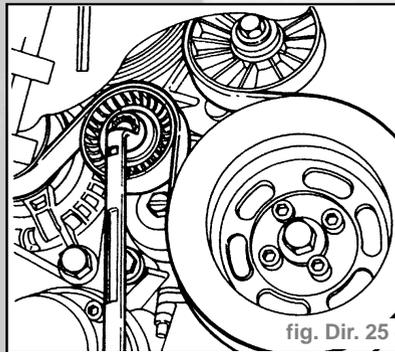

fig. Dir. 25
- desserrer le tendeur de courroie et enlever la courroie (fig. Dir. 25).